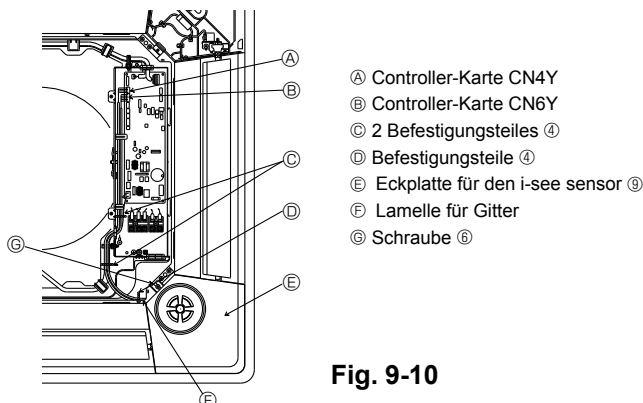

Fig. 9-10
9.6. Anbringung der Eckplatte für den i-see sensor (Fig. 9-10)